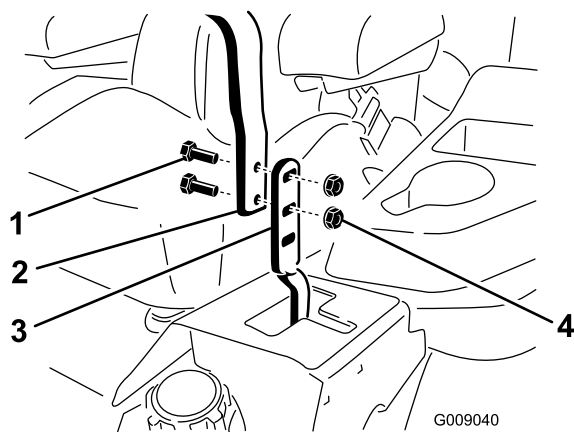

Bild 74
3. Lösen Sie die Schrauben und die Bundmutter, die in den Hebeln installiert sind (Bild 74).